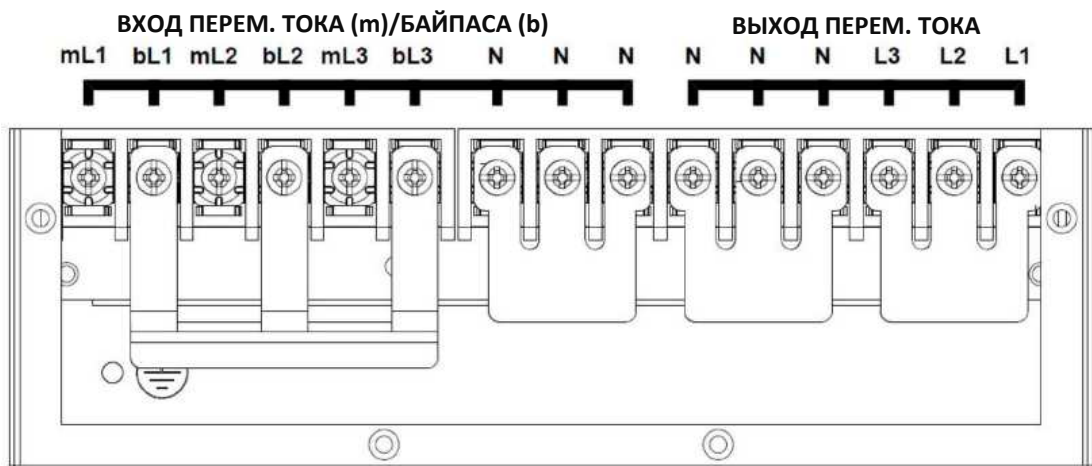

Рис. 6-10. Установка шины БРП для конфигурации с однофазным выходом и входом от двух источников питания
1. Установите шины в соответствии с **рис. 6-10**.